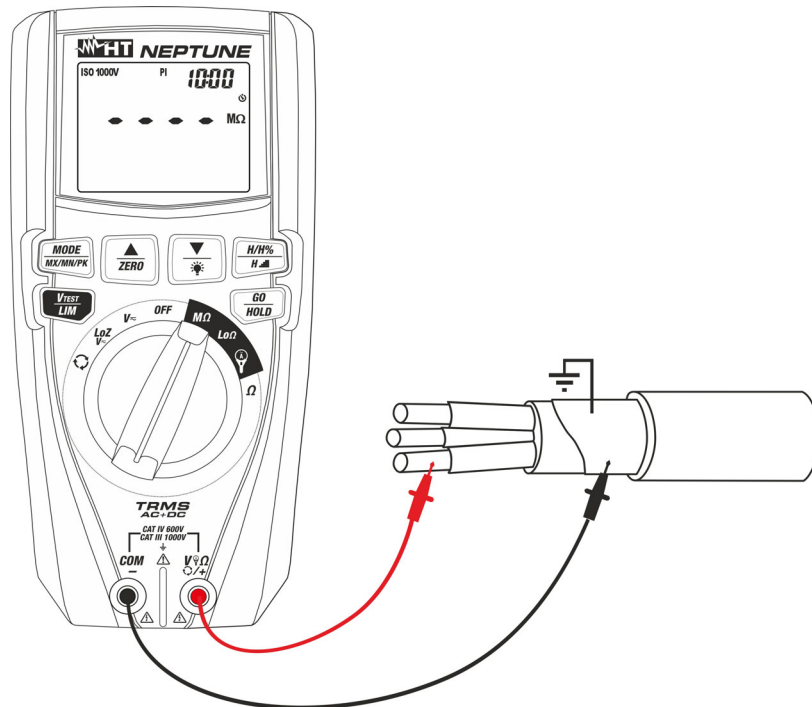

Fig. 22: Utilisation de l'instrument pour mesurer la résistance d'isolement en mode PI
6. Introduire le câble rouge dans la borne d'entrée **VΩΩ+/+** et le câble noir dans la borne d'entrée **COM/-** et les éventuelles bornes crocodiles et brancher l'instrument à l'appareil objet du contrôle (voir Fig. 22)